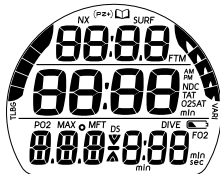

Abb. 12 - Diagnosemodus
- Die Einheit geht in den Diagnosemodus (Abb. 12) und zeigt alle Segmente der LCD-Anzeige als 8 gefolgt von Strichen (-) an. Dann folgt ein Countdown von 9 bis 0. Die Einheit überprüft das Display und die Stromspannung, um sicherzustellen, dass diese innerhalb der Toleranz liegt und alles korrekt funktioniert.